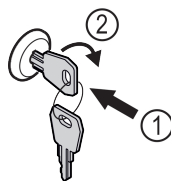

Fig. 110
- ▶ Uvucite ključ Fig. 110 (1).
- ▶ Okrenite ključ za 90° nadesno Fig. 110 (2).